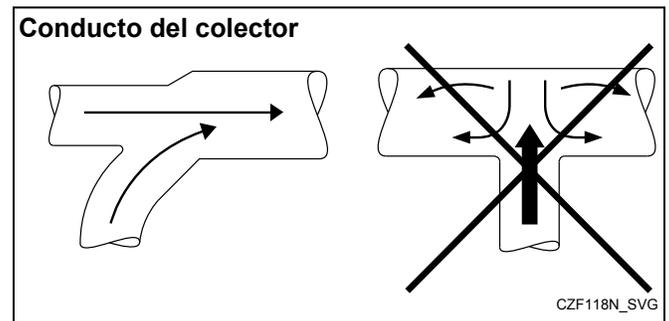

Figura 14
- Debe cubrirse el conducto del colector. Consulte para ello *Figura 14*. El conducto de la planchadora debe introducirse en
NOTA: No conecte nunca el conducto de la planchadora a un conducto del colector con un ángulo de 90°. Consulte *Figura 14*. De lo contrario se generaría demasiada presión de retorno y afectaría negativamente al rendimiento. No conecte nunca dos conductos de escape de la planchadora directamente enfrentados en el punto de entrada al conducto del colector.